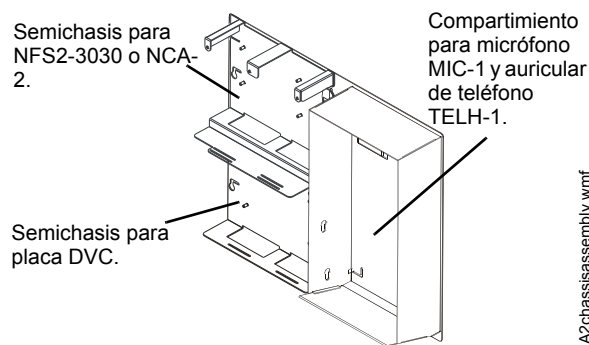

Figura 2.1 Unidad de chasis CA-2
- CA-2: Esta unidad de chasis ocupa dos hileras de un gabinete serie CAB-4. El lado izquierdo tiene capacidad para una placa DVC montada en un semichasis y un NFS2-3030 o NCA-2 montado en un semichasis. El lado derecho contiene un compartimiento para micrófono y auricular. (Remítase a la Figura 2.1.)